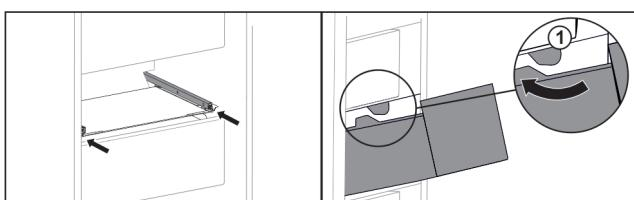

Fig. 37
- Обведите выдвижной ящик вокруг стопора Fig. 37 (1).\*